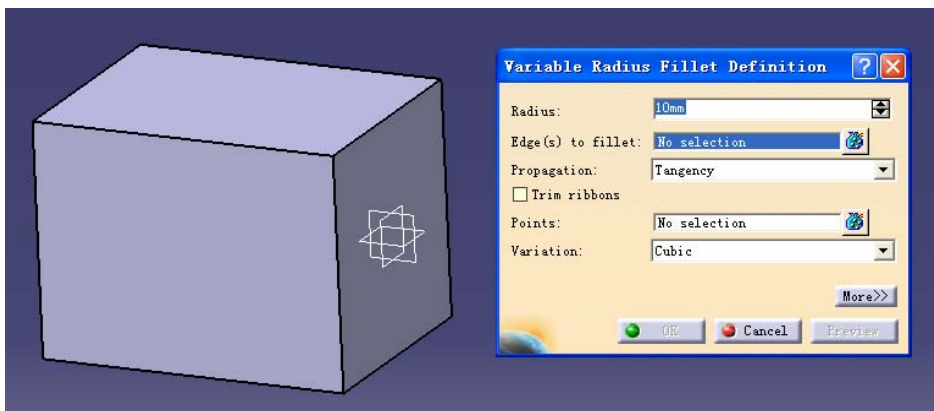

图 3-22
(1) 用 xy plane Rectangle → Pad 命令生成如下图形后，点击  键（见图 3-22）。